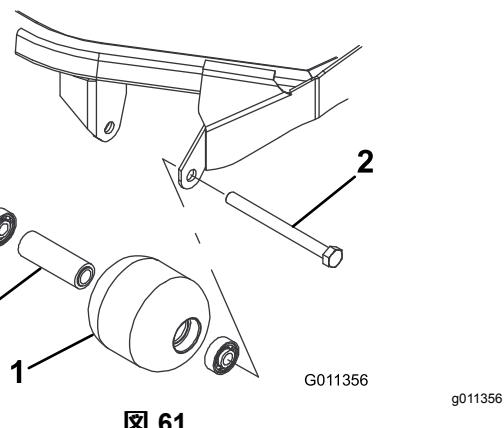

図61
1. ローラ取り付けボルトを外す図61。
4. ローラハウジング、ベアリング、ベアリングスペーサに破損がないか点検する図61。破損している部品を交換し、組み立てを行う。
1. 第一のベアリングをローラハウジングに押し込む図61。アウターレースのみを押すか、インナーレースとアウターレースを均等に押すかする。
2. スペーサを入れる図61。
3. 第二のベアリングをローラハウジングに入れる図61このときは、インナーレースがスペーサに接触するまで、インナーレースとアウターレースを均等に押す。